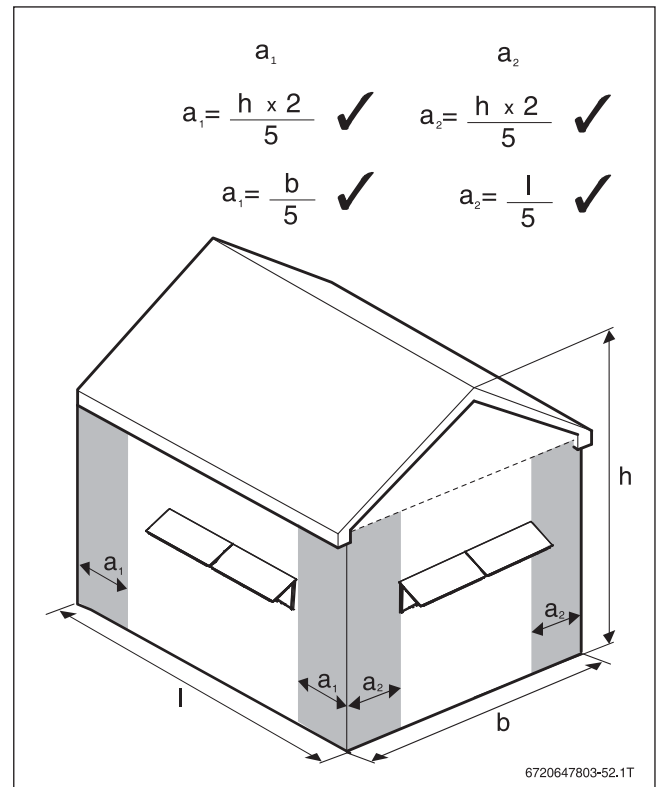

Bild 210 Einzuhaltende Abstandsmaße
- Abstand der Kollektorreihe vom Rand der Fassade gemäß Bild 210 ermitteln.